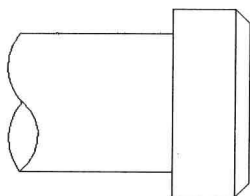

图 5-1-2
(1) 双击素材文件“5-1-1.dwg”，打开图形，如图 5-1-2 所示。
(2) 单击“常用”选项卡，在“绘图”面板中单击“图案填充”按钮，或者选择菜单命令“绘图/图案填充”，打开“图案填充和渐变色”对话框，单击“图案”右侧的下拉按钮，在下拉列表中选择填充图案的名字 ANSI31，在“样例”右侧会显示出该图案的预览